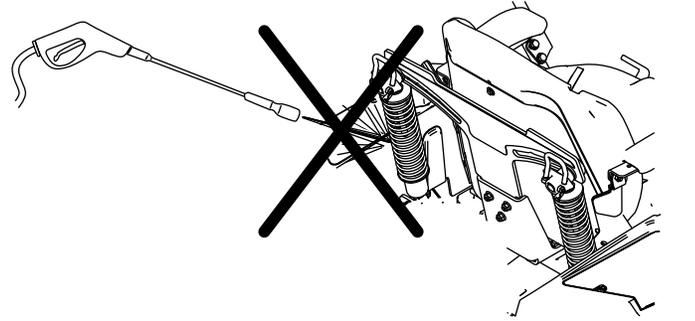

Figura 70
**Nota:** No limpie los conjuntos de choque con agua a presión (Figura 70).